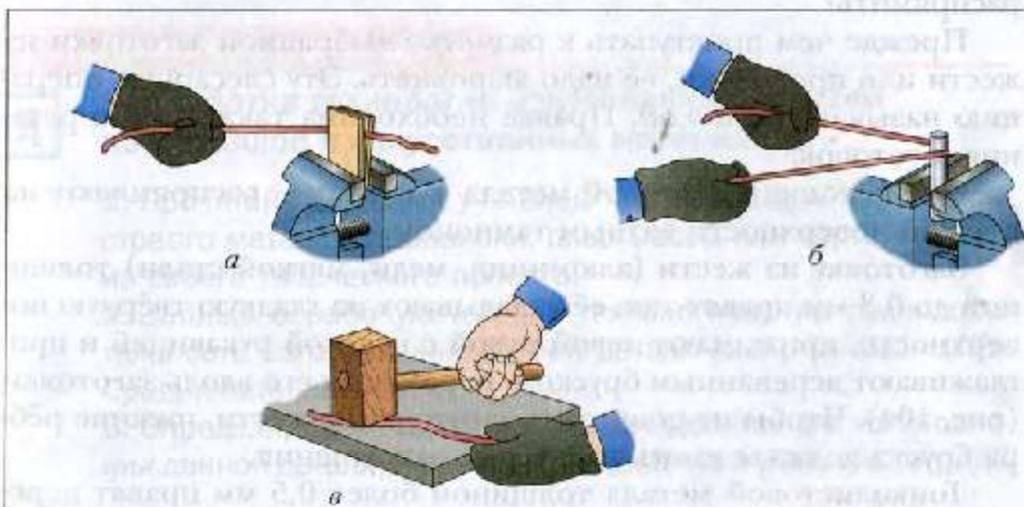

Рис. 106. Правка проволоки: *а* — в тисках протягиванием между
Правку мягкой (например, медной) тонкой проволоки можно выполнять, протягивая её между двумя деревянными брусками, зажатými в тисках (рис. 106, *а*) или перемещая её вокруг цилиндрической стальной оправки (рис. 106, *б*).
Толстую алюминиевую или медную проволоку правят киянкой (рис. 106, в), а стальную — молотком.
3. Почему для правки проволоки (рис. 106, *a*) берут деревянные бруски небольшой толщины?